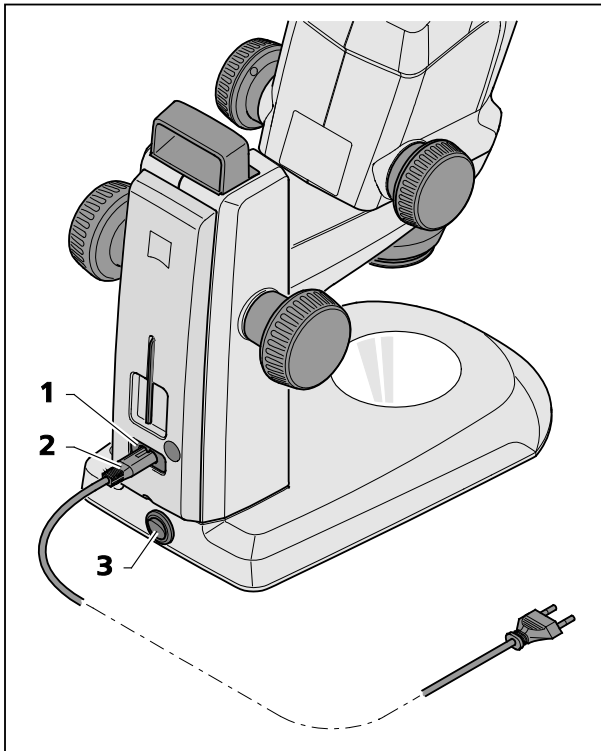

図 12 双眼実体顕微鏡の接続
- 電源ケーブル（図 12/2）を鏡注の電源ソケット（図 12/1）に差し込みます。
- 電源ケーブル（図 12/2）をコンセントに接続します。
- 双眼実体顕微鏡のオン/オフは電源スイッチ（図 12/3）で行います。